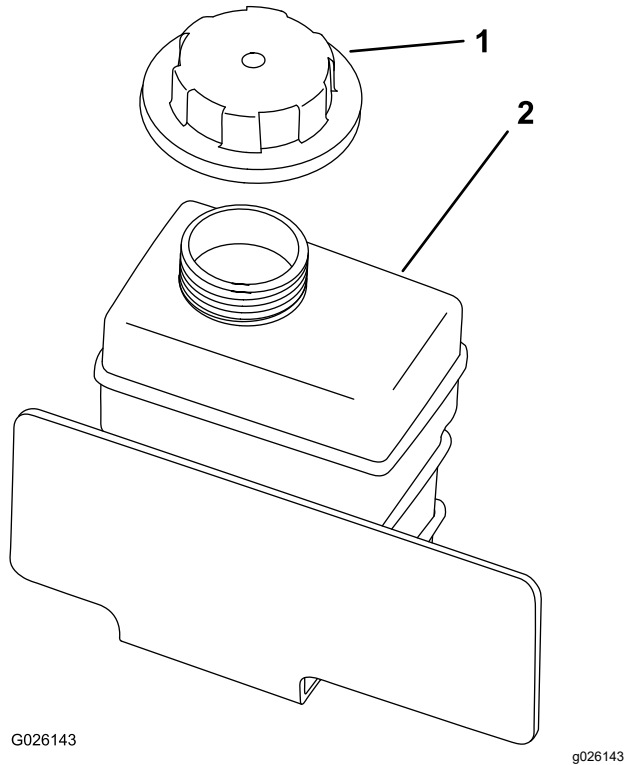

図 51
4. 補助タンクにあるラジエーター液の量を点検する (図 51)。